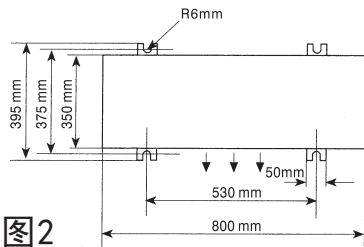

图2
(2) 尽量安装于房屋的东或北方。如安装于南或西方是无可避免时，应有遮盖物遮盖。
(3) 最好不要安装在污秽或雨淋的地方。
(4) 尽量靠近室内机组安装。
(5) 室外机外形尺寸及安装固定孔位置见图2